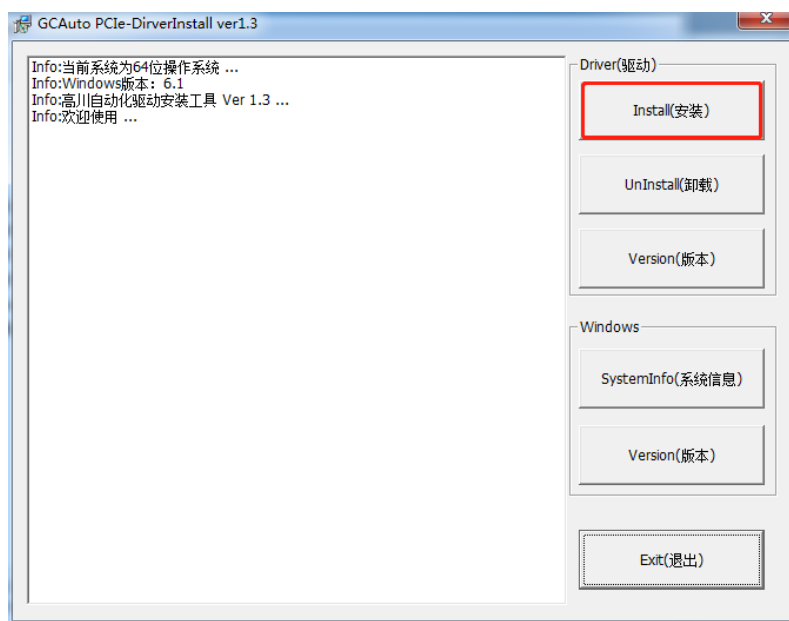

图 2.2.1 驱动安装界面
(1) 电脑关机状态插上 PCIE 卡, 开机后, 打开路径“GC 系列光盘资料(GCS 系列)\驱动工具\高川 PCIE 卡驱动安装管理工具” 双击 DriverInstall.exe 如图 2.2.1 驱动安装界面;